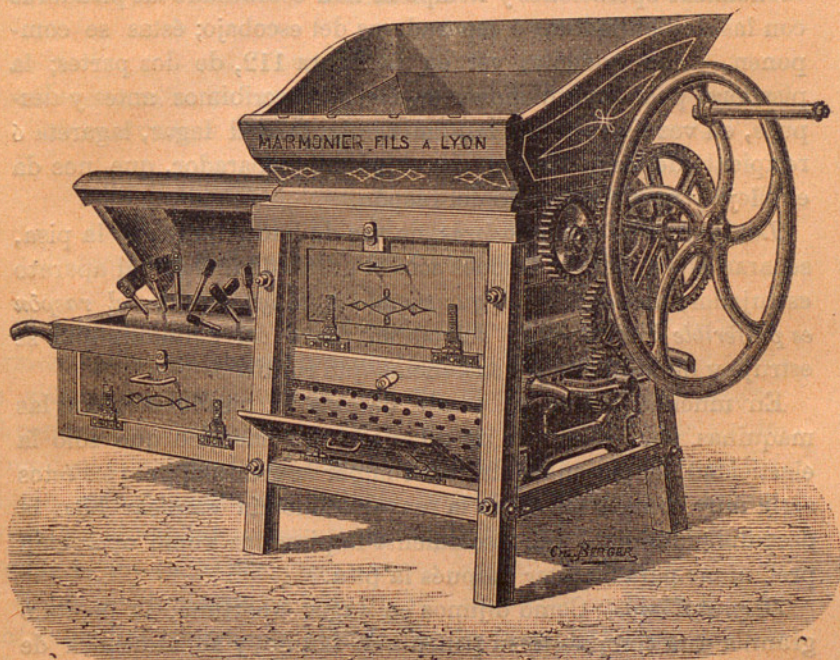

Figura 112.—Pisadora despalilladora.
*Pisadoras despalladoras y despalladoras pisadoras.*—A fin de economizar operaciones y tiempo se han combinado las pisadoras con las despalladoras ó separadoras del escobajo; éstas se componen, como podemos ver en la figura 112, de dos partes; la pisadora, poco más ó menos como la describimos antes y después, en vez de verter la vendimia estrujada al lagar, lagareta ó recipiente de fermentación, cae al aparato separador, que nos da el ollejo y mosto separado del raspón.